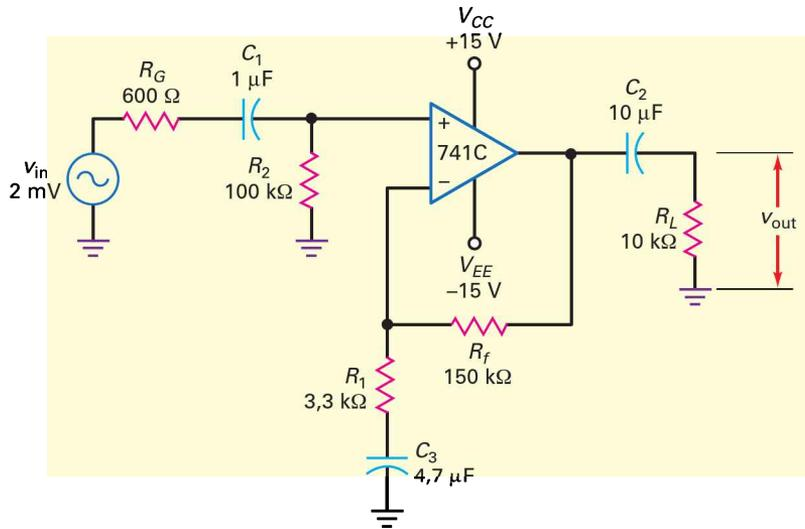

Figure 18.38
- 18.6 Quel est le gain en tension dans la bande intermédiaire sur la figure 18.38 ? Quelles sont les fréquences de coupure la plus haute et la plus basse ?